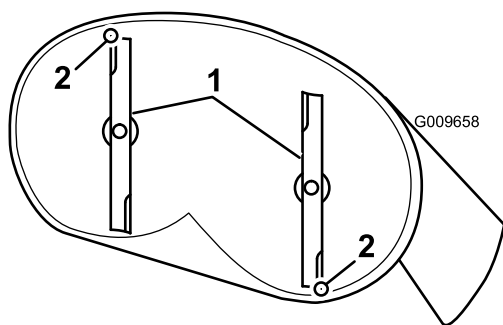
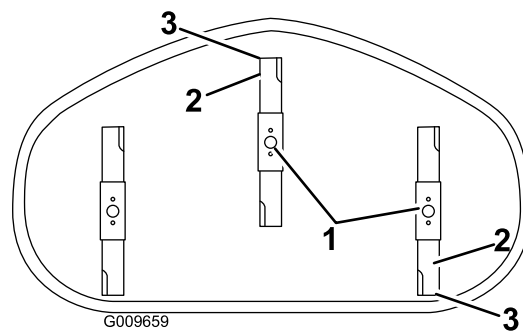

図 54
図 55
4. 注意深くブレードを回転させて、ブレードを前後方向に向ける **図 54** と **図 55**。
5. 前方のブレードの前端の刃先から平らな床面までの距離を測定する。同様に、後方のブレードの後端の刃先から平らな床面までの距離を測定する **図 54** と **図 55**。
9. 調整ができれば、もう一度前後の傾きをチェックし、傾きが適正になるまで前端での刃先の高さが後端での高さよりも1.6~7.9mm 低い前部ロックナットでの調整を続ける **図 54** と **図 55**。